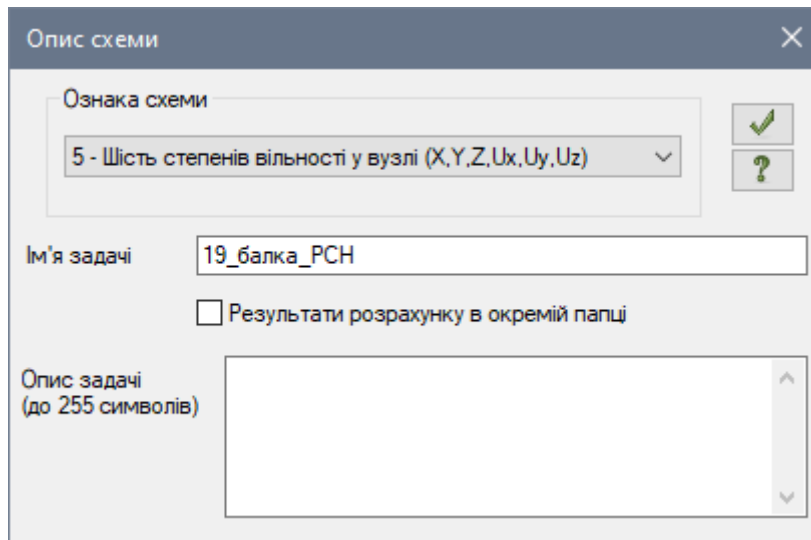

Рис. 19.7. Діалогове вікно **Опис схеми**
- У діалоговому вікні **Опис схеми** (рис. 19.7) задайте наступні параметри: